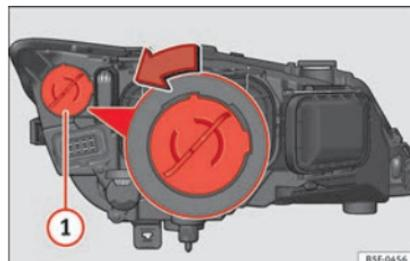

Abb. 207 Tagfahrleuchte.
- Drehen Sie den Lampenträger »» Abb. 207 (1) nach links und ziehen Sie.